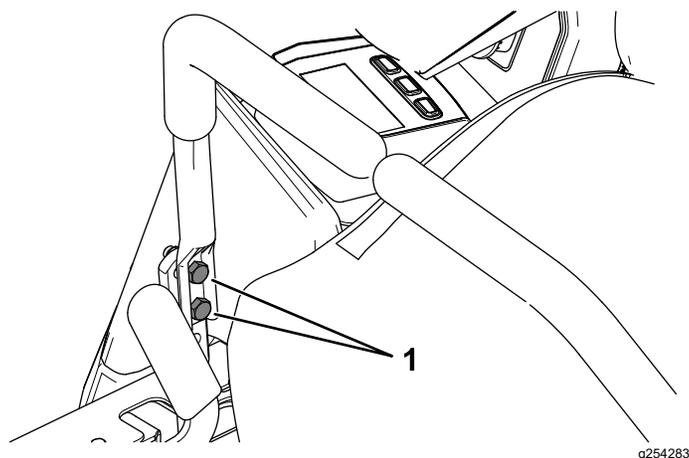

Figure 52
10. S'il est nécessaire d'ajuster l'alignement, desserrez les 2 boulons de montage du levier de commande de déplacement du côté mal aligné (Figure 52).
12. Serrez les 2 boulons de montage du levier de commande de déplacement (Figure 52).